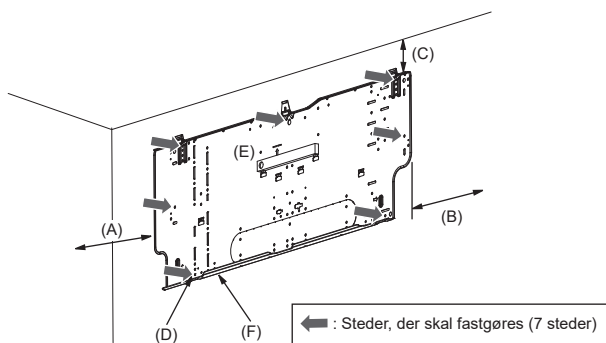

Fig. 3-4
3.2.3. Installering af vægmonteringsbeslaget (Fig. 3-4)